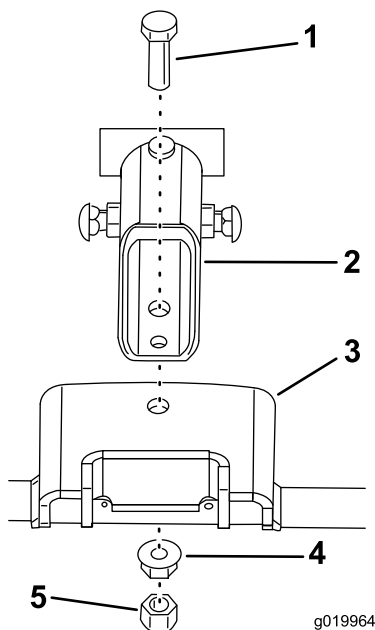

図 5
1. ピボットブラケットをねじ (1/2インチ) でフレームに取り付け、フランジナット (1/2インチ) で固定する (図 5)。